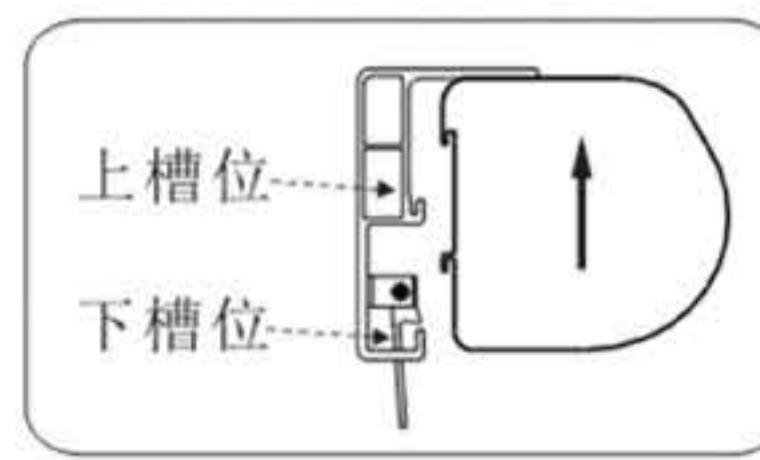
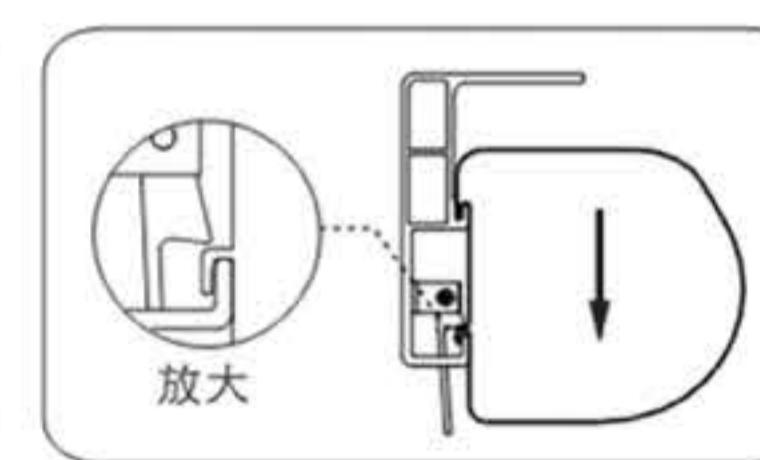

图6
图8
3、在挂上银幕时，将银幕外壳稍微向上抬起，使银幕外壳靠近安装架顶部内侧边缘（如图6）>再将银幕外壳往后推至安装架背部内侧边缘，然后再将银幕外壳慢慢往下放（如图7-8），使左右安装架的上扣和下扣分别与银幕外壳背部的上槽和下槽位扣合，（如图8）。同时检查安装架与银幕外壳相对应的扣位是否扣好，听到按扣响声。确认安装架的上扣完全插入银幕外壳的上槽，下扣完全插入银幕外壳的下槽，然后轻轻摇动银幕外壳检查，证明银幕已挂好，方可松开手。